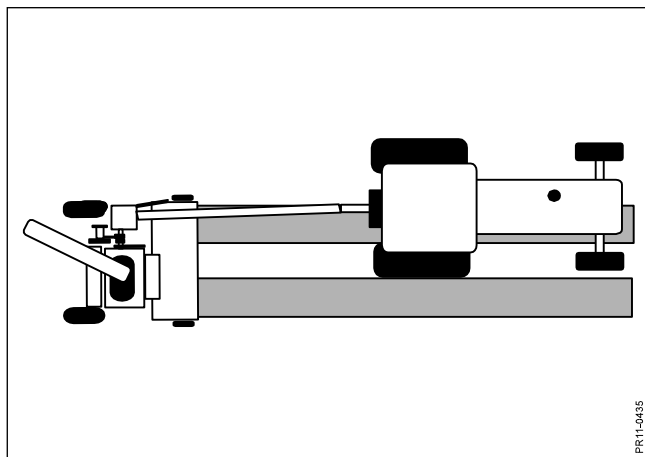

Fig. 6-10
- Fig. 6-10** 2) Snitteren arbejder nu semi-offset, idet traktoren kører med det ene hjulsæt mellem skårene. Denne teknik giver en lige træklinie, og er egnet til aflæsning til begge sider. Den parallelt kørende traktor på venstre side kommer tættere på snitteren og har lettere ved at placere vognen i forhold til afgrødestrålen.